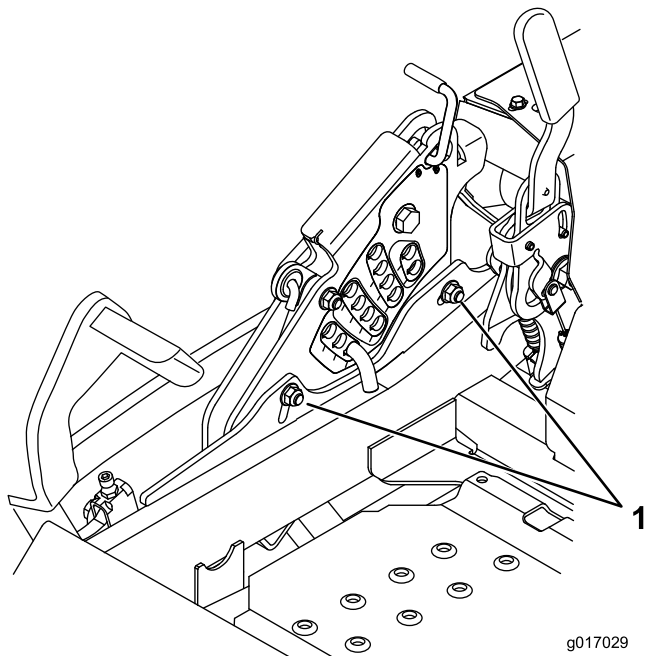

Figure 85
11. Pour régler le système monopoint, desserrez les deux boulons au bas de la plaque de hauteur de coupe Voir la Figure 85.
13. Serrez les deux boulons au bas de la plaque de hauteur de coupe (Figure 85). Serrez à un couple de 37 à 45 Nm.